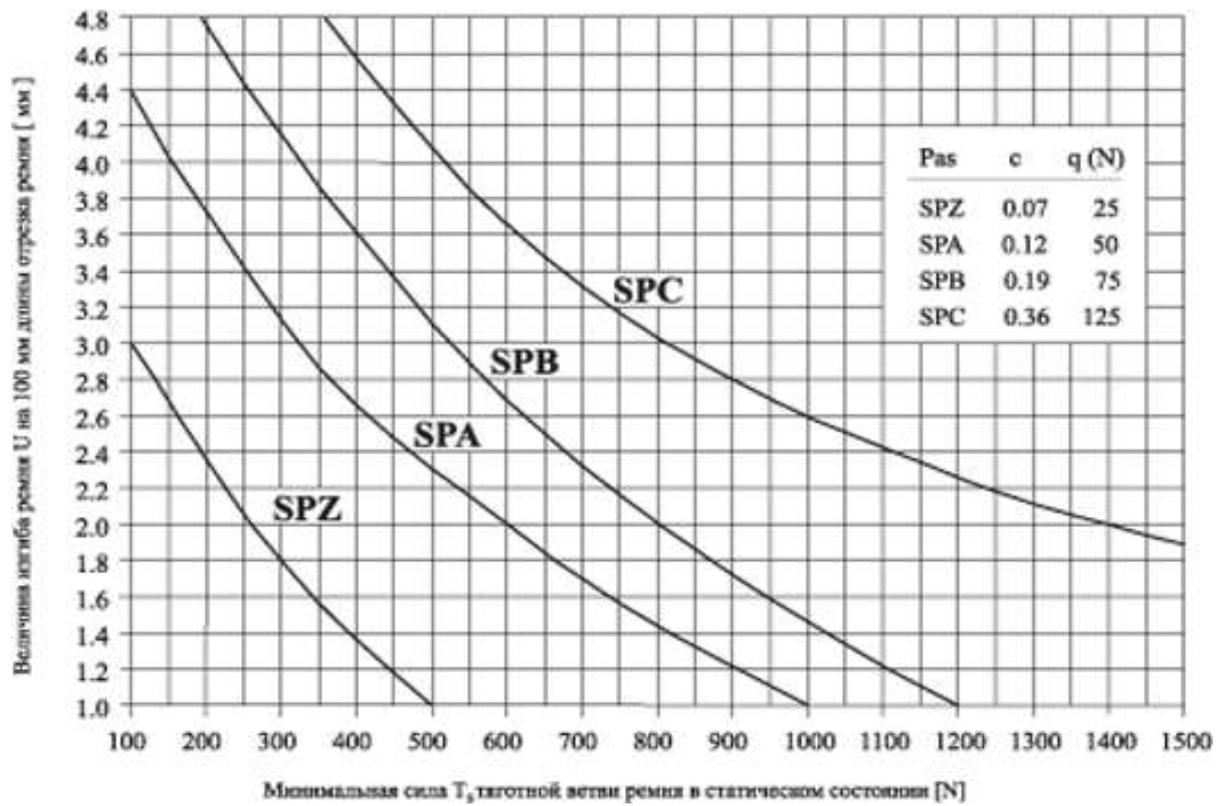

Рис. 2. Зависимость прогиба U от силы Ts для узких ремней
2. Определить величину прогиба  $U$  на 100 мм длины измеряемого отрезка ремня из вычертательного натяжения ремня рис. 2. или 3.
Определенную по рис. 2. или 3. проверочную силу  $q$  следует, в половине измерительного отрезка  $L$ , приложить перпендикулярно к тяготной ветви ремня согласно вышеуказанному рисунку и измерить величину прогиба тяготной ветви  $U_p$ , в случае необходимости поправить натяжение.